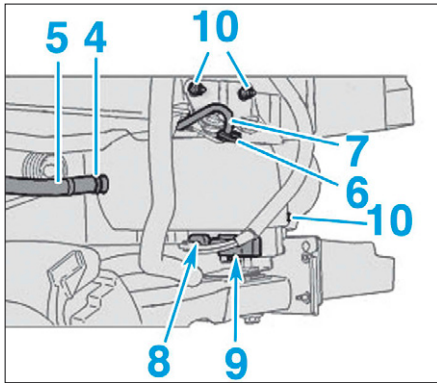
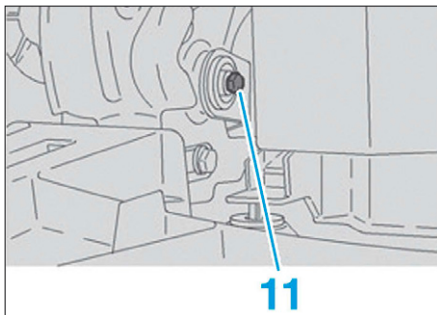

FIG. 21
FIG. 22
- Déposer le collier (4) et débrancher la canalisation (5) (Fig.21).
- Déposer la vis (6) et débrancher le raccord (7).
- Débrancher les connecteurs (8) et (9).
- Déposer les écrous et la vis (10).
- la vis (11) (Fig.22),